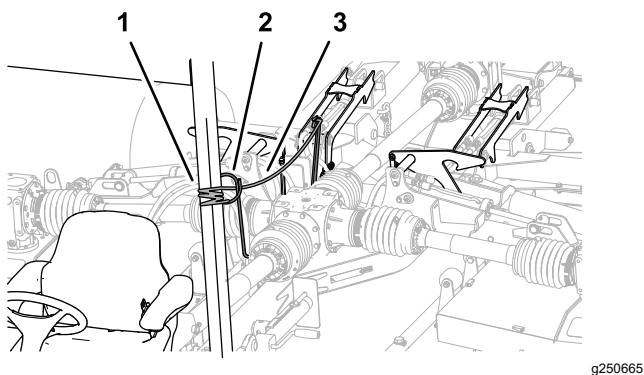

Figura 34
1. Enrute la cuerda de bloqueo de las carcasas desde la guía de manguera hacia el asiento del operador (Figura 34).
2. Amarre la cuerda a un componente fijo del chasis del vehículo de remolque, como por ejemplo el tubo del ROPS (Figura 34).